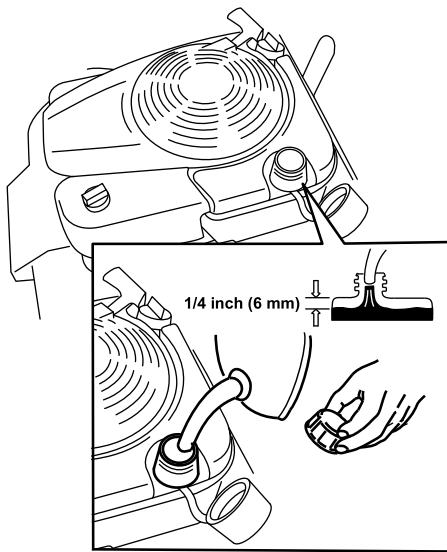

Figura 11
1. Limpie la zona alrededor del tapón del depósito de combustible y retire el tapón del depósito (Figura 11).
2. Llene el depósito, dejando un espacio libre de al menos 6 mm entre la gasolina y la parte inferior del tubo para permitir la dilatación de la gasolina (Figura 11).